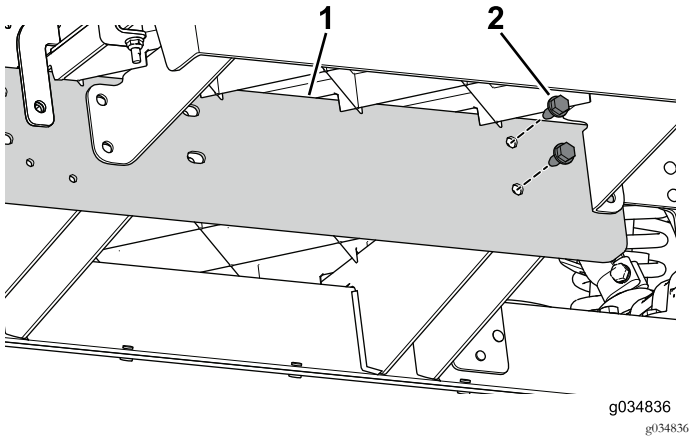

Bild 72
3. Befestigen Sie die Verlängerungsschiene mit den zwei Schrauben (5/16" x 3/4") lose am mittleren Kanal am vorderen Abschnitt der Maschine (Bild 72).